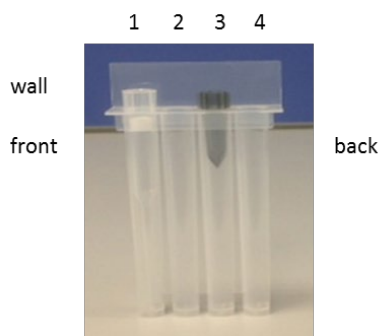

Abbildung 11: Anordnung der Spitzen in der Pipettenspitzen-Kassette
Sicherstellen, dass die Spitze (1) und die Durchstechspitze (3) wie in der folgenden Abbildung dargestellt eingesetzt sind (siehe Abbildung 11).